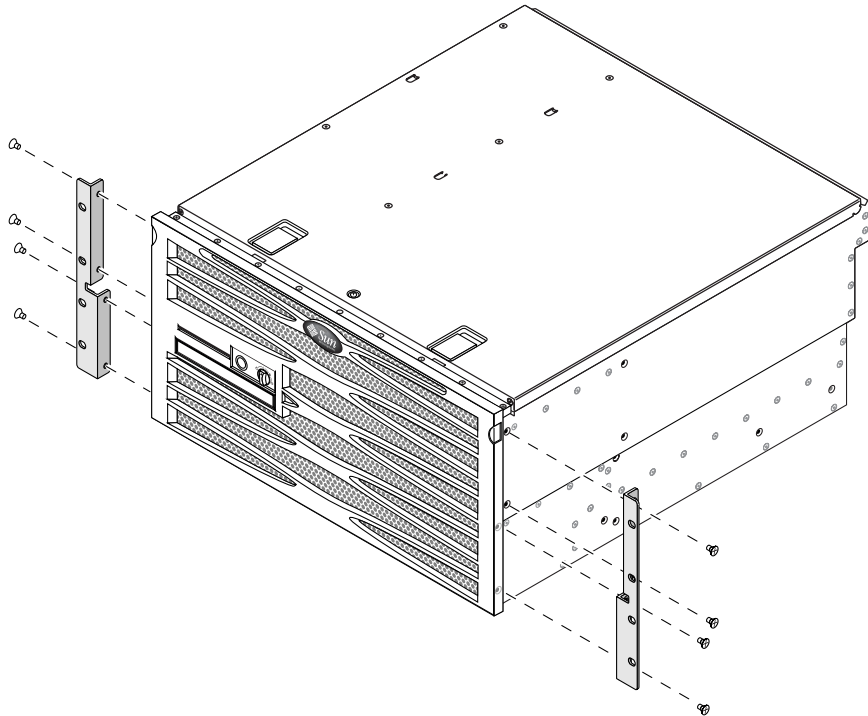

FIGURA 3-18 Fissaggio delle staffe di montaggio al server
2. Utilizzando otto delle viti a testa piatta Phillips M5 × 8 mm (quattro per ciascuna staffa), fissare le staffe anteriori ai lati del server (FIGURA 3-18).